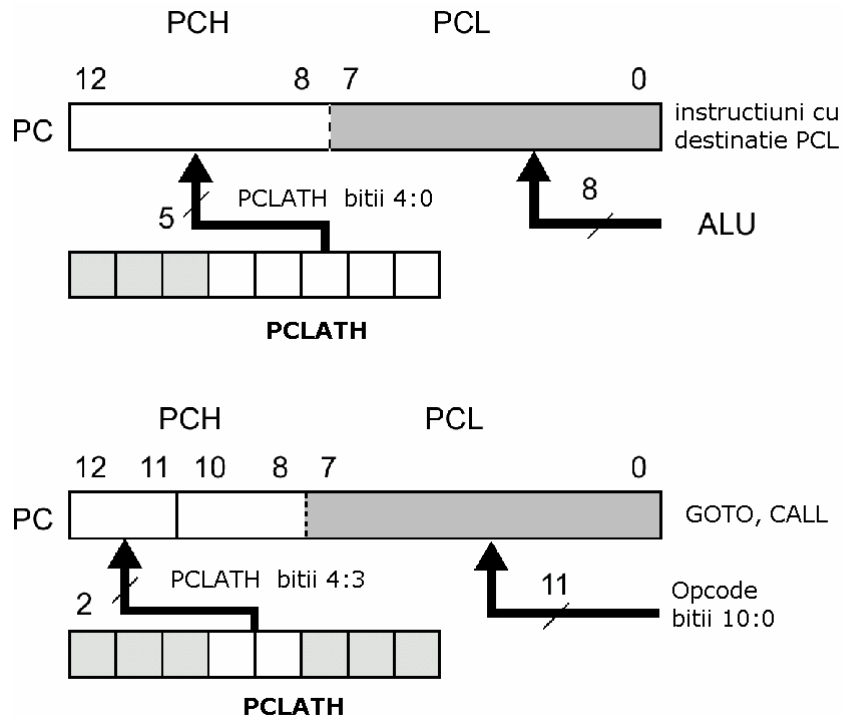

Fig.1-12 Incărcarea număratorului de program în diferite situații
- ❑ Registrul numărator de program (*program counter PC*) împreună cu stiva (*8 level stack*) este ansamblul care memorează poziția instrucțiunii în curs. PC are dimensiunea de 13 biți și este împărțit în două zone [fig.1-12]:
- PCH (*program counter high*) un registru de 5 biți în care informația este înscrisă numai printr-un registru tampon numit PCLATH. Transferul celor 5 biți se face normal păstrându-se poziția lor și în registrul PCH, dacă a avut loc o scriere standard în PCL [fig.1-12 sus], biții 3 și 4 din PCLATH devin biții de offset 12 și 11 din PC în cazul unei instrucțiuni GOTO compuse sau CALL, utilizate pentru citirea unui tabel din memoria program [fig.1-12 jos].